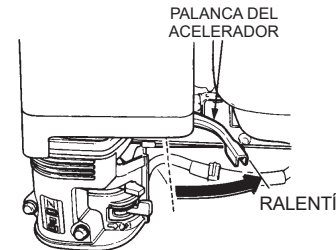

Figura 16. Palanca del acelerador (ralentí)
1. Mueva la palanca del acelerador a la posición de **ralentí** (consulte la Figura 16) y haga funcionar el motor tres minutos a baja velocidad.